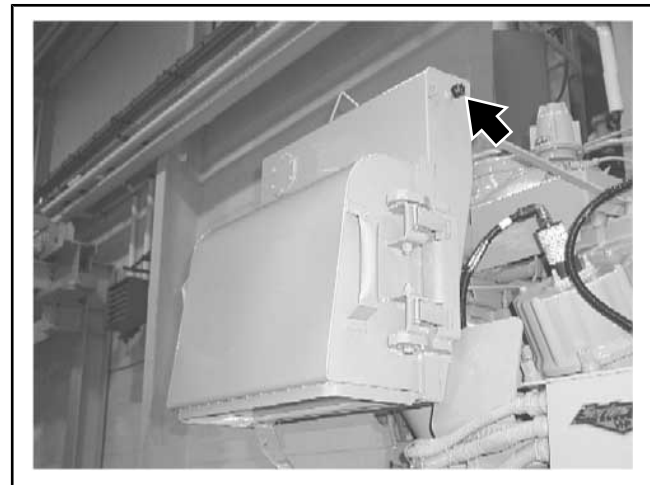

Рисунок 12.00-10: Указатель засорения воздушного фильтра
2. При работе двигателя контролируйте индикатор засорения каждого воздушного фильтра. См. ТЕХНИЧЕСКОЕ ОБСЛУЖИВАНИЕ СИСТЕМЫ ВПУСКА ВОЗДУХА на странице 5.05-1и произведите очистку или замену фильтрующих элементов, если показания индикаторов засорения воздушного фильтра находятся в красном секторе (см. Рисунок 12.00-10).